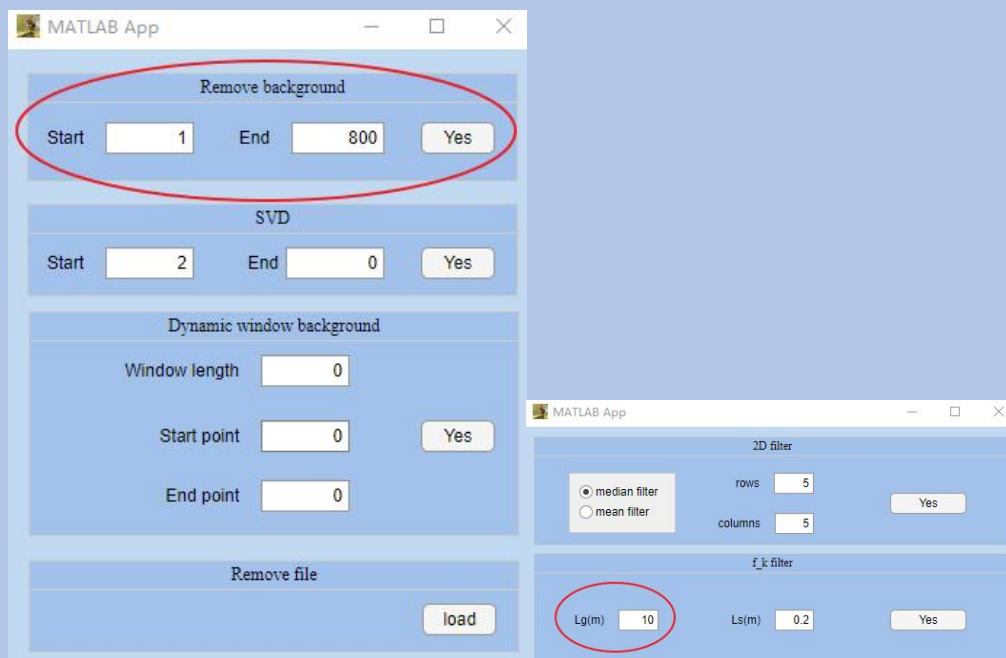

图 9-5 Case1 处理流程设置
(4) 首先我们应用了  $R\_DC$  算法防止设备的直流干扰，然后我们应用  $R\_background$  中的 Remove background 算法，将背景数据设置为 1-800 道。这是因为这段数据是来自于桥头仪器静止状态下的数据。最后，通过我们观察，我们认为搭载的空气耦合天线与地面之间强烈的多次反射干扰了整个剖面，我们选择了 TwoD filter 中的  $f\_k$  filter 方法去除多次波。Lg 设置为 10（剖面的 1/3），Ls 保持默认。处理流程设置如图 9-5。